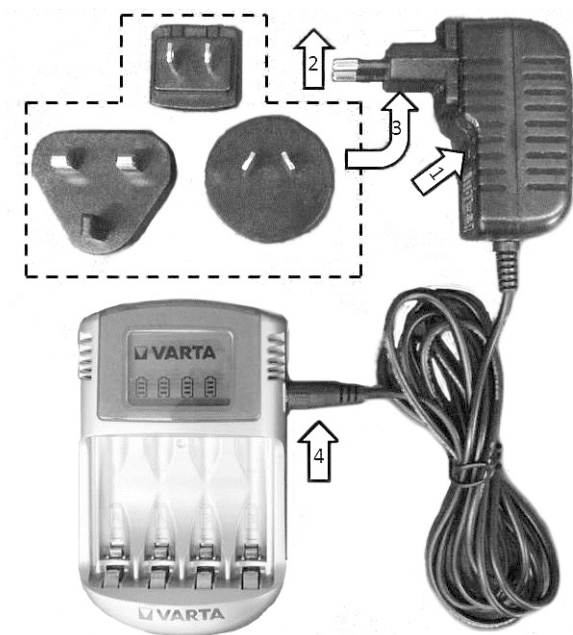

図 3-2 コネクタの交換、充電器の接続
- 電源プラグの下側にあるスライドを矢印の方向に押します（図 3-2、1 を参照）。